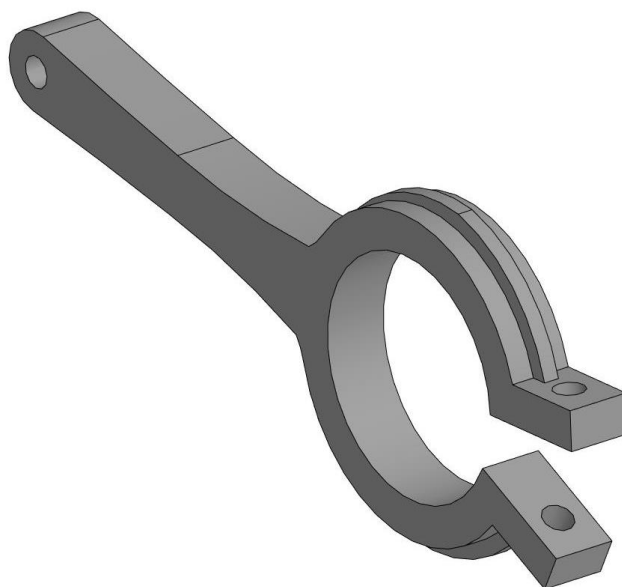

Рис. 1 Пример клеммного соединения
1. Сконструировать и изготовить макет клеммного соединения (Рис. 1).